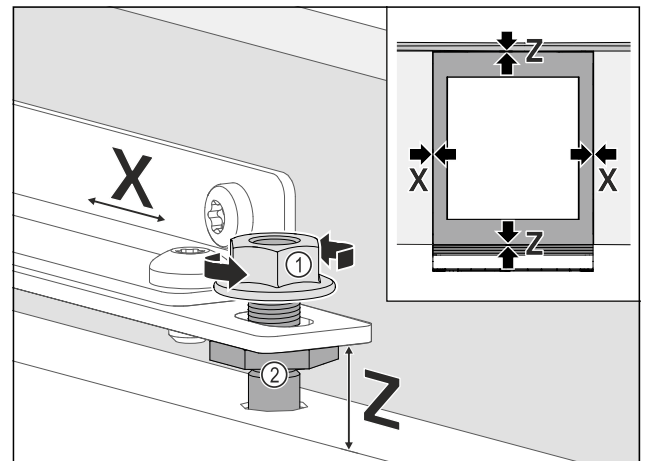

Fig. 77
- ▶ Möbeltür seitlich ausrichten: Kontermutter Fig. 77 (1) lösen, Möbeltür in X Richtung verschieben.
- ▶ Kontermuttern Fig. 77 (1) anziehen.
- ▶ Möbeltür in der Höhe Z und in der seitlichen Neigung ausrichten: Justagebolzen Fig. 77 (2) einstellen.